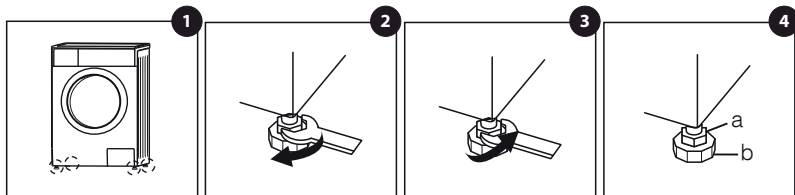

Figura 3
**01.** Após posicionado no local apropriado verifique se o aparelho encontra-se estável e nivelado no ambiente instalado. Para realizar a verificação, recomenda-se a utilização de uma ferramenta de nível de bolha (conforme figura 3).